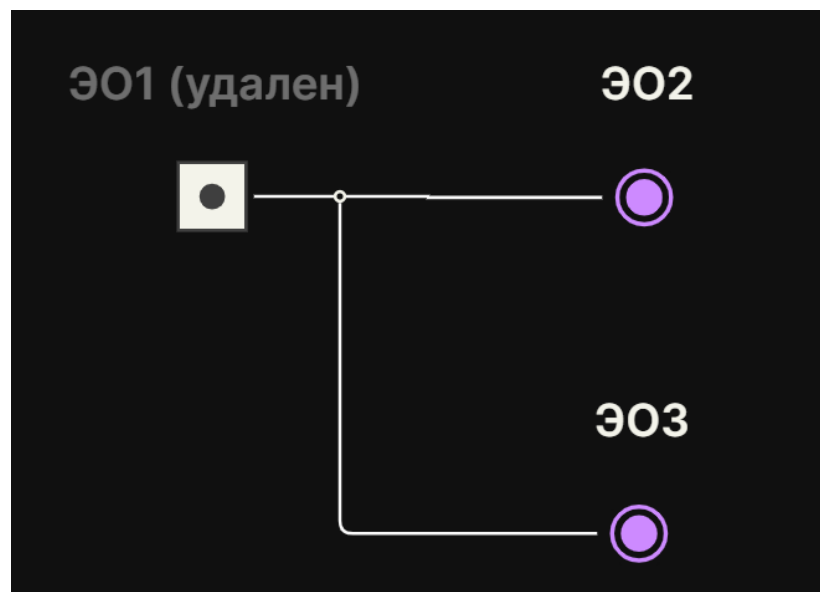

Рисунок 5.80. Графическое отображение ЭО на схеме при отсутствии его в Системе
- форма и размер условного обозначения энергообъекта согласно Приложение 1. Условные обозначения на схеме. Цвет условного обозначения - серый. Выведено наименование ЭО с указанием дополнительной информации для пользователя: «удален» (Рисунок 5.80);